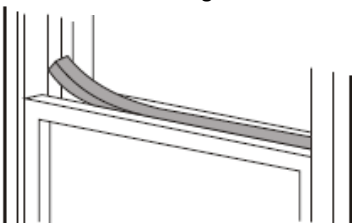

Abb. 10
3. Schneiden Sie die Schaumdichtung (selbstklebend) auf die passende Länge zu, und kleben Sie sie oben auf den Fensteradapter. Wie in Abb. 10 gezeigt.